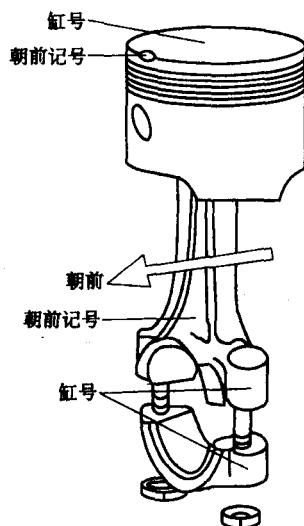

图 1-5 活塞连杆组安装记号
- 5) 拆卸活塞连杆组，应注意气缸号、朝前记号(如图 1-5 所示)及拆卸工艺。